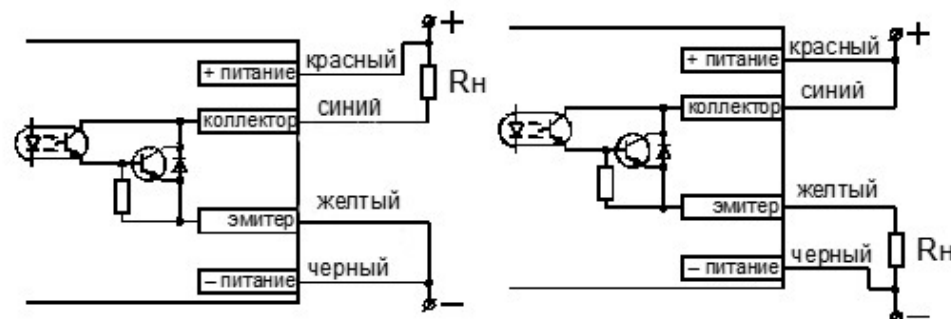

Рис.3. Схемы подключения фотодатчика МикРА Ф120Б, МикРА Ф121Б.
3. Выполнить все электрические соединения в соответствии со схемой подключения фотодатчика (рис.3).